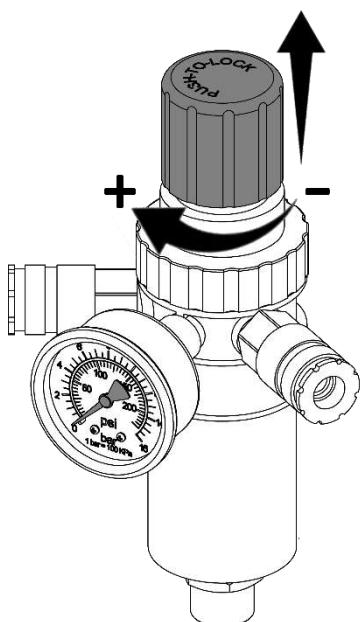

Рисунок 7 - Настройка давления на компрессоре СБ4-150.OLD20x3
7.3.1 Настройка давления в подсоединеных исполнительных устройствах регулятором давления осуществляется следующим образом (рис. 7, 8):